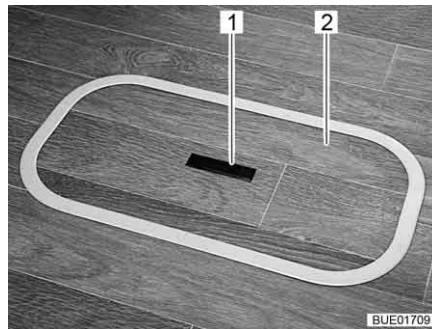
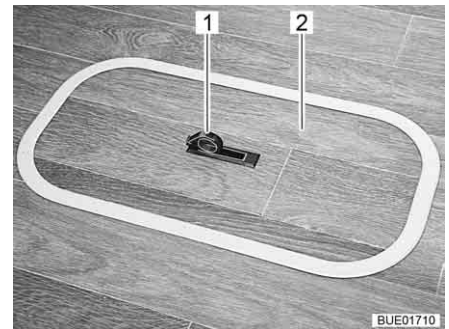

Bild 85 Lock för golvfacket (handtag sänkt)
Bild 86 Lock för golvfacket (handtag utsvängd)
- Tryck nedåt på ena sidan av gripplattan (Bild 85,1). Handtaget (Bild 86,1) svängs upp.
- Ta av locket (Bild 85,2 eller Bild 86,2) uppåt.